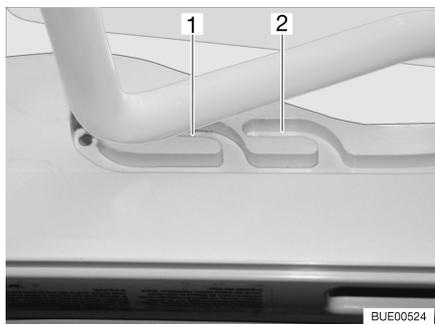
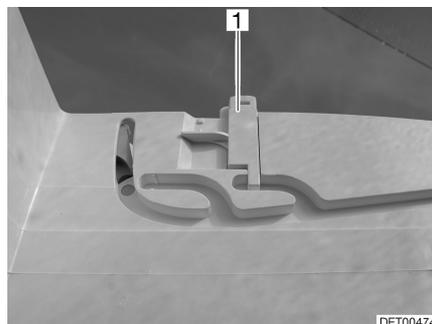

Bild 25 Heki-Dachhaube in Lüftungsstellung
Bild 26 Verriegelung Lüftungsstellung
Die Heki-Dachhaube kann in zwei Lüftungsstellungen gebracht werden: Schlechtwetterstellung (Bild 25,1) und Mittelstellung (Bild 25,2). Je nach Modell kann die Dachhaube in der Mittelstellung mit den beiden Riegeln (Bild 26,1) links und rechts am Rahmen der Dachhaube verriegelt werden.
- Den Bügel leicht nach oben drücken und in die gewählte Führung (Bild 25,1 oder 2) schieben und ggf. verriegeln.